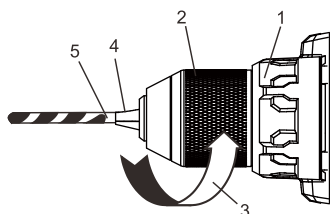

Fig. 10
1. Pour ouvrir le mandrin autoserrant, saisissez d'une main le collier du mandrin (1) (Fig. 10). De l'autre main, faites tourner le corps du mandrin (2) dans le sens antihoraire (3) jusqu'à ce que les mâchoires du mandrin (4) s'ouvrent suffisamment pour accueillir la mèche (5).